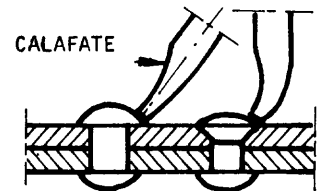

Fig. 2
- a Apoye con fuerza el calafate sobre el borde de la cabeza del remache (fig. 2).